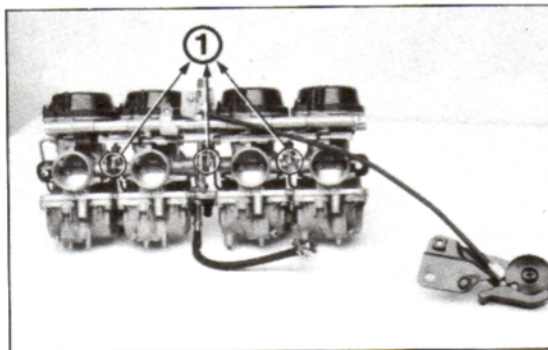

Bild 33
- Vergaser 3 und 4 miteinander abgleichen, dann Vergaser 2 mit 3 abgleichen, siehe Bild 33.